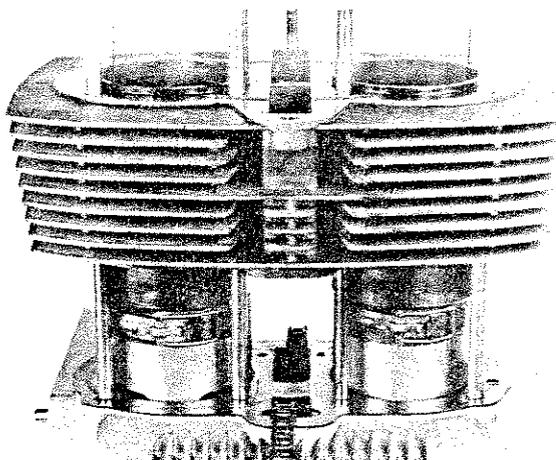

Fig. 69
5) Per montare facilmente i cilindri sui pistoni applicare i due attrezzi speciali stringifasce. Ruotare l'albero motore tenendo tirata la catena di distribuzione, in modo che i pistoni siano alla stessa altezza (Fig. 69).
5) To ease piston fitting in the bores, use the ring compressors. Turn the crankshaft pulling the cam chain taut, until both pistons are at the same level (Fig. 69).